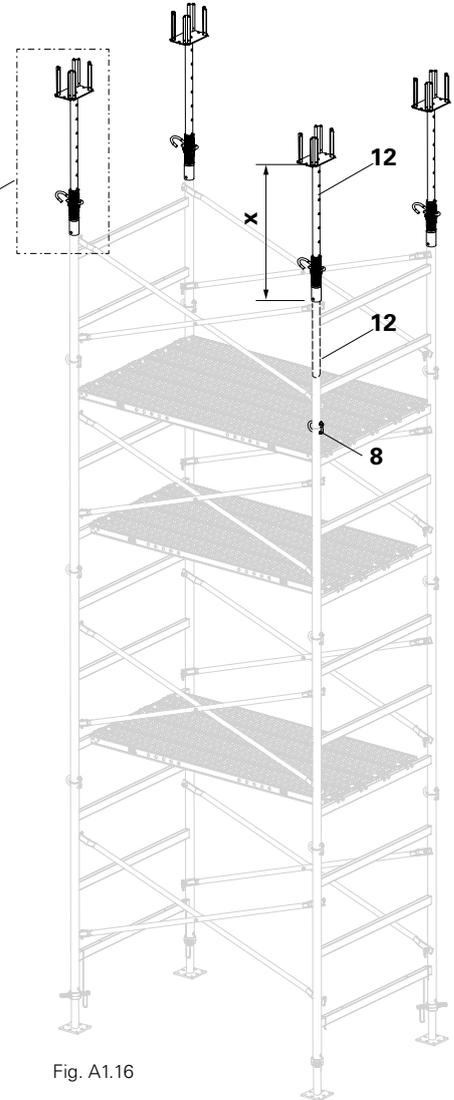

Fig. A1.16
2. Inserte los cabezales 20/24 S (7) en los husillos de viga PD 5. (Fig. A1.16 + A1.16a)